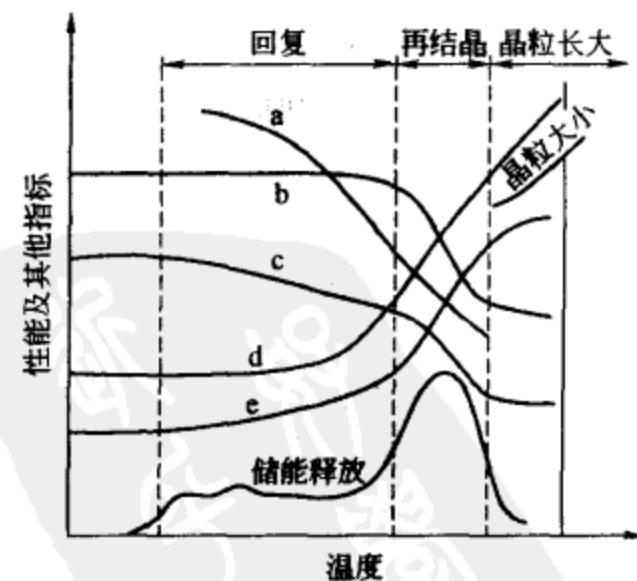

图 5 冷变形金属退火时某些性能的变化
- 图 5 示出了冷变形金属在退火过程中亚晶粒尺寸、密度、硬度、电阻率、内应力等性能与温度的关系曲线, 试指出 a 为 ____, b 为 ____, c 为 ____, d 为 ____, e 为 ____。